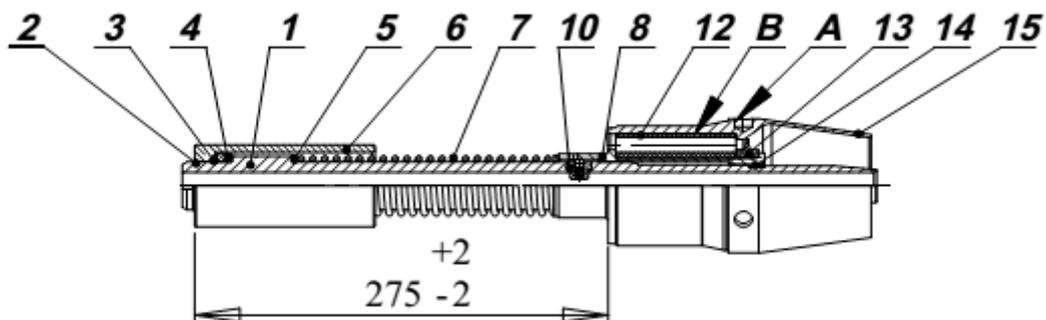
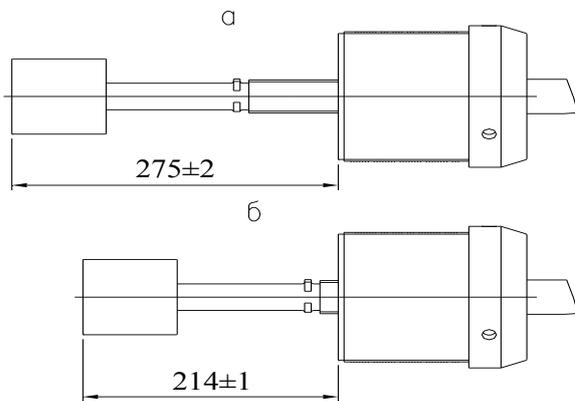

Рис. 3. Золотник ИП4605А.400:
Рис.10 Схема золотника
Рис. 3а. Золотник ИП4605А.410:
Золотник (рис. 3) с помощью резьбы гайки 15 монтируется в корпусе. Гайка выполнена с отверстиями **А** под ключ и с выточкой для установки амортизатора 12.
В случае пробойника ИП 4605АР с пневмоуправлением реверса, работа машины и управление направлением движения пробойника, происходит следующим образом. От компрессора (рис.3а.) через осевой канал **A** и два радиальных паза **C** в заглушке 8 сжатый воздух поступает в пробойник. Одновременно сжатый воздух, при смещённом вперёд (по стрелке) переключателе распределителя **P**, по каналам **B** и проточке **E** попадает в заднюю полость гильзы 1, выдавливая посредством торца **D** гильзу в переднее положение. Так как площадь сечения торца **D** больше площади сечения торца **F**, то гильза 1 постоянно находится в переднем положении, что соответствует работе пробойника вперед (проходке либо забиванию трубы).
- проверить целостность клапана 13 (рис.3,3а,4а), исправность шланга и его разъемов, убедиться в наличии в разъемах уплотнительных колец и в их целостности.
- проверить целостность амортизатора 12 (рис.3), клапана 13, резинового кольца 3;
- проверить величину вылетов гильзы 6 золотника (рис.3) в крайних переднем и заднем положениях – размеры 275 (270) и 214 (205) мм (рис.10). При отклонении размеров указанных на (рис.10) или разрушении амортизатора или клапана произвести их замену.
амортизатора обязательно проверить размеры, указанные на рис.10;
- проверить легкость перемещения стебля во втулке золотника и вылет гильзы согласно рис.10;